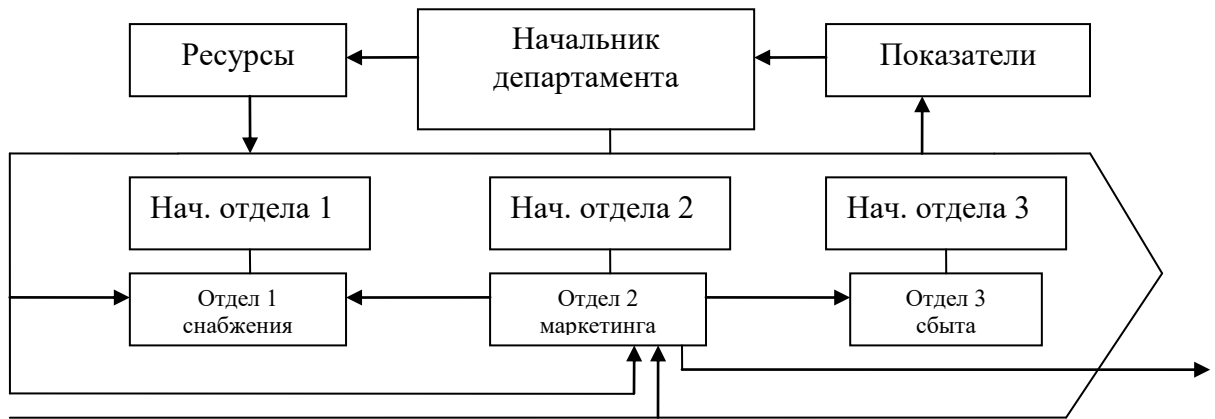

Рисунок 1 – Пример выделения в департаменте одного процесса
5.1) Рисунок 1 – Диаграмма уровня А0